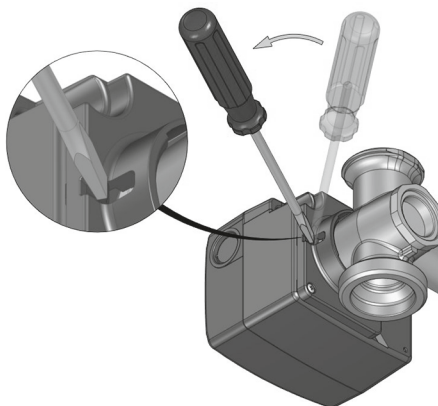

Fig. 13
1. Desprindeți cu mâna servomotorul de pe vana de amestec. Dacă este cazul, ajutați-vă de o șurubelniță cu lamă dreaptă, ca în ilustrație (fig. 13).